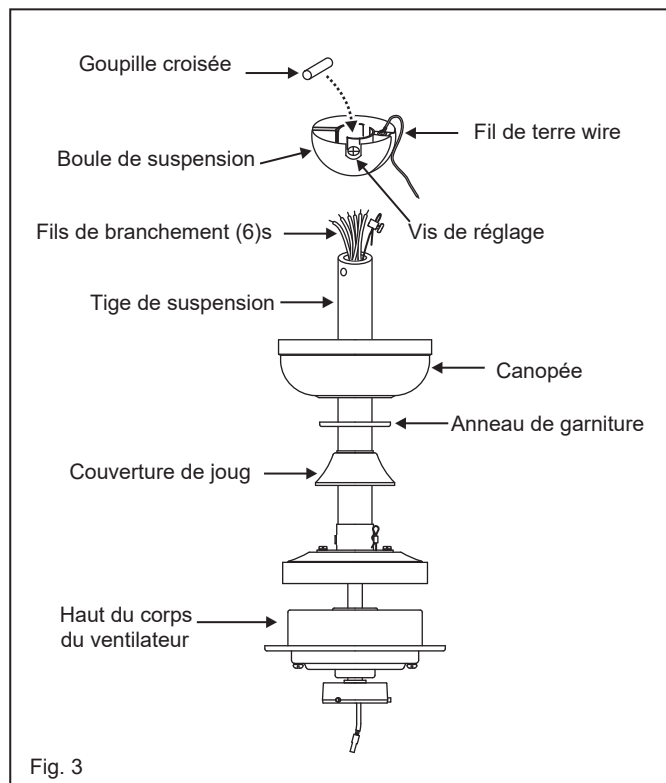

Fig. 3
- 6 Glissez le couvercle de l'étrier, l'anneau de garniture et le pavillon sur la tige de suspension. (Fig.3)
- 1 Retirez la plaque murale existante et l'ancien interrupteur de la boîte de prise murale. (Fig.3)